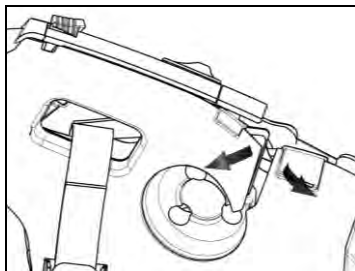

Fig. 16
- Lyft upp kuddens plastfyllning (Fig. 16).